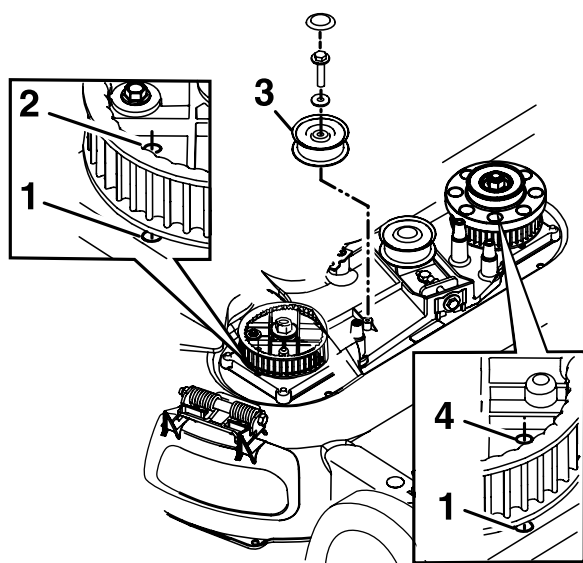

Figure 45
8. Déposez la poulie de tension fixe et les fixations (Figure 45).
10. Alignez les trous des pignons gauche et droit sur les trous du carter, comme montré à la Figure 45.